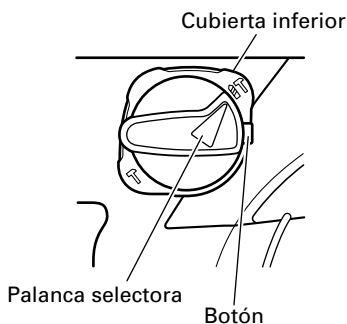

Fig. 7
- (1) Cambio a “rotación + martilleo”
- (b) Alinee la marca ▲ de la palanca selectora y **IT** del sujetador de palanca, tal como se muestra en la Fig. 7.